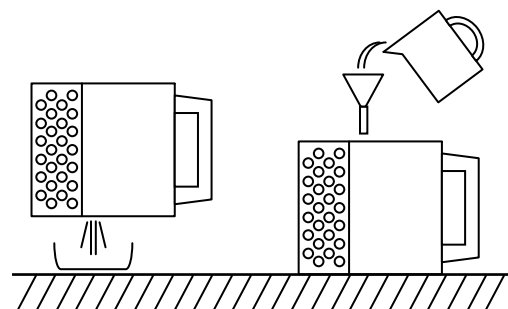

図 5
- (1) ご使用の前に必ず絶縁抵抗の測定をしてください。絶縁抵抗値は $1M\Omega$ 以上あれば運転に支障ありませんが $1M\Omega$ 以上あっても、急に低下し始めているものは異常と考えられますので修理が必要です。
- (2) 運転中の電流値、電流計のふれを点検してください。ふれの大きい場合は異物をかみ込んでいる恐れがあります。付着した異物を取り除いてください。
- (3) 吐出し量が急激に減少している場合には、吸込口(ストレーナ部)に異物がつまっている恐れがあります。付着した異物を取り除いてください。
- (4) ポンプ性能が徐々に低下した場合は、ケーシングや羽根車の摩耗が考えられます。各部を点検し摩耗している部品は早期に交換してください。
- (5) 使用後に、メカニカルシールの潤滑油を点検・交換して頂きますと、メカニカルシールの寿命が長くなります。この際、潤滑油に水が浸入し、白濁している場合は、メカニカルシールの不良ですので交換が必要です。潤滑油交換時には図 5 のように注油栓を上にし、ポンプを水平に置いて表 2 に示す潤滑油を必ず規定量注油してください。この時ポンプをゆすったりして、規定量以上注油しますと、メカニカルシール室の内圧上昇により、シール寿命が著しく低下します。注油後はシールワッシャを介し、注油栓を十分に締付けてください。